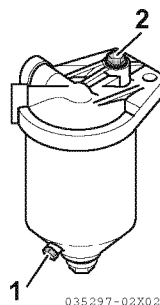

Figure 3
2. Allentare il tappo di spurgo (**Figure 3, (1)**) del separatore dell'acqua e svuotarlo dall'acqua e dallo sporco eventualmente accumulati all'interno. Rimuovere l'acqua e la sporcizia accumulate in modo corretto.
3. Una volta effettuato lo spurgo, serrare la vite di spurgo dell'aria (**Figure 3, (2)**).